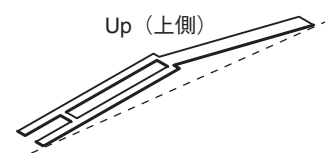

Fig. 26-1 (図 26-1)
- * **Be careful of the direction of the spring. It should be installed with its projecting end facing upward. (Fig. 26-1)**
- ※ スプリングの向きに注意してください。スプリングは、図 26-1 のように上側が凸になるように取り付けます。